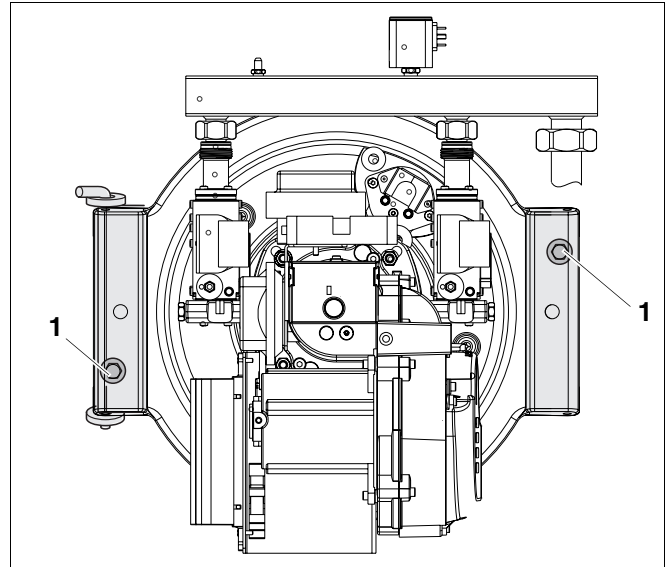

Abb. 32 Schrauben an der Brennertür nachziehen
- Befestigungsschrauben der Brennertür (Abb. 32, Pos. 1) im warmen Zustand mit 10 bis 15 Nm nachziehen.